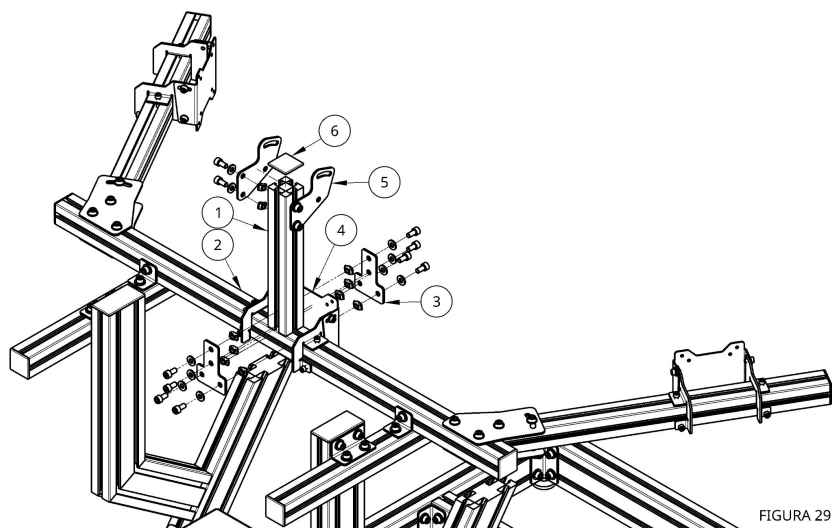

FIGURA 29
Posicione, de maneira centralizada, o perfil de alumínio (1) sobre a travessa que segura o monitor central (2), conforme mostra a Figura 29.